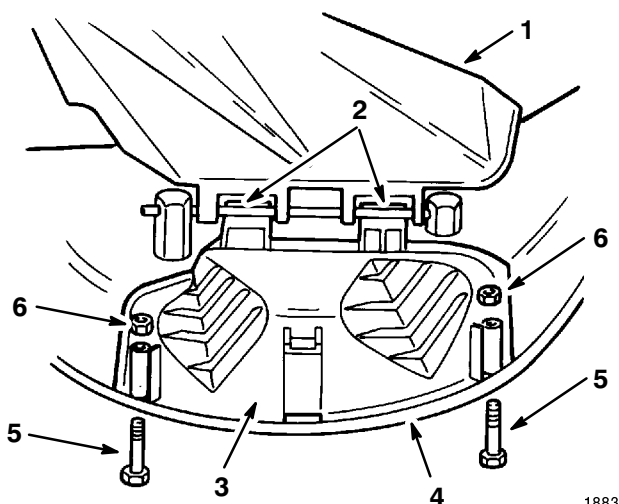

Abbildung 14
1. Das Grasablenkblech anheben und die Zungen oben an der Auswurfkanalabdeckung unter die Haltestange des Grasablenkblechs schieben. Die Auswurfkanalabdeckung über die Öffnung und auf die untere Lippe des Mähwerks herunterdrehen (Abb. 14).
2. Die Auswurfkanalabdeckung mit Schrauben und Muttern an der unteren Lippe des Mähwerks befestigen (Abb. 14).